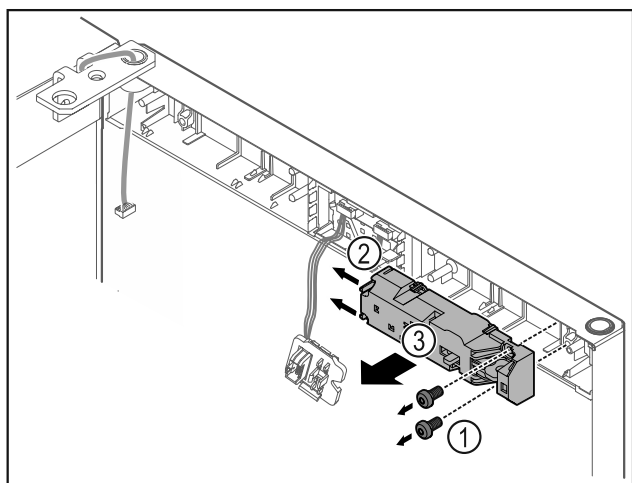

Fig. 23
- Schrauben Fig. 23 (1) entfernen.
- Rastnasen Fig. 23 (2) zur Seite drücken und Fernschloss Fig. 23 (3) abnehmen.